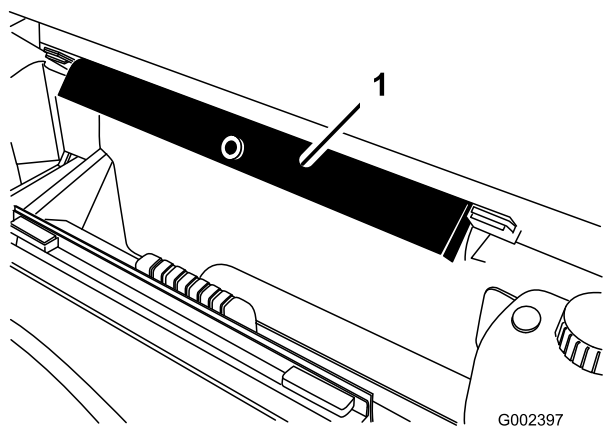

Figura 28
2. Retire el soporte de la plataforma de los soportes situados en la parte trasera del panel de protección anti-vuelco (Figura 28).